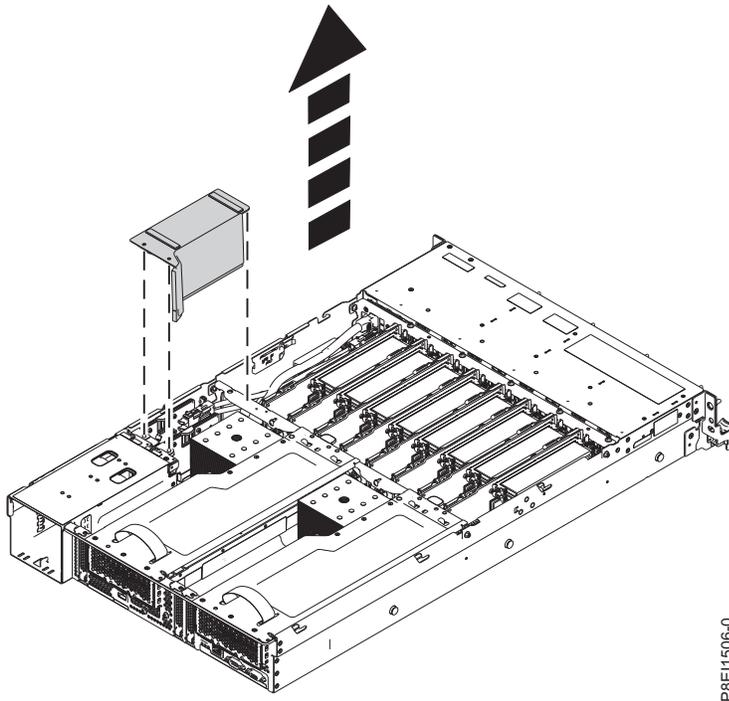

Figura 13. Removendo a placa defletora de ar do riser de energia
2. Remova a placa defletora de ar do riser de energia. Consulte Figura 13.